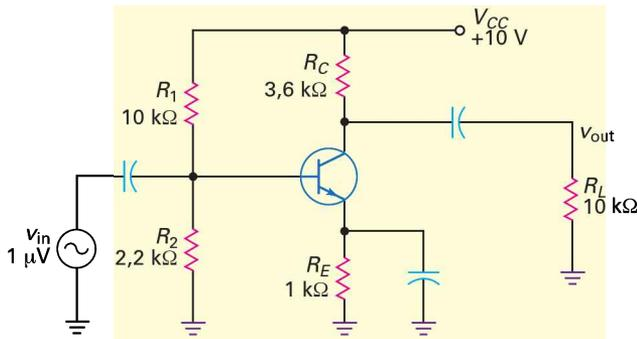

Figure 8.34
8.23 **IIII Multisim** La tension de la source de la figure 8.34 double. Que devient la tension de sortie ?
8.24 **IIII Multisim** La résistance de charge de la figure 8.34 est réduite de moitié. Que devient la tension de sortie ?
8.25 **IIII Multisim** D'après la figure 8.34, la tension de source passe à + 15 V. Que devient la tension de sortie ?
8.38 Toutes les résistances sont doublées dans la figure 8.34. Quel est le gain en tension ?